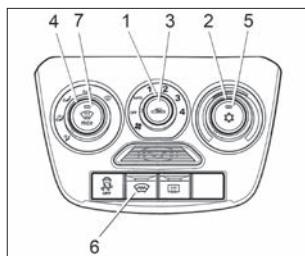

Рис. 39. Блок управления климатической системой (в варианте исполнении)
В варианте исполнении (см. рис. 39) климатическая установка имеет дополнительный режим кондиционирования, обеспечивающий охлаждение воздуха, подаваемого в салон автомобиля. При этом логика и алгоритмы управления, описанные выше для системы вентиляции и отопления, верны и для климатической установки с кондиционером.
2. Включите вентилятор, установив **рукоятку 1** (см. рис. 39) в одно из положений «1», «2», «3» или «4».
Для установки желаемой температуры воздуха в салоне поверните **рукоятку 2** (см. рис. 39) по часовой стрелке для повышения, против часовой стрелки для понижения. Температура будет поддерживаться автоматически в пределах производительности климатической установки и установленного допуска.
2. Поверните **рукоятку 2** (см. рис. 39) против часовой стрелки в левое положение до упора (синяя точка на блоке управления).
4. **Рукояткой 1** (см. рис. 39) включите максимальную скорость вентилятора климатической установки (положение «4»).
С помощью **рукоятки 2** (см. рис. 39) можно установить желаемую температуру воздуха в салоне. Климатическая система будет автоматически поддерживать установленную температуру воздуха в салоне в пределах производительности климатической установки и установленного допуска.
Для очистки ветрового и передних боковых стекол от запотевания, обмерзания или наружного обледенения в автоматическом режиме установите **рукоятку 1** управления вентилятором климатической системы в положение «**AUTO**», нажмите **кнопку 7** (см. рис. 39) с символом  **max**. Климатическая система автоматически:
Для включения/выключения ЭОВС нажмите **кнопку 6** (см. рис. 39), при включении загорается индикатор на кнопке выключателя. Контрольный световой индикатор, расположенный на кнопке выключателя, будет светиться желтым светом в течение всего времени работы системы электро-